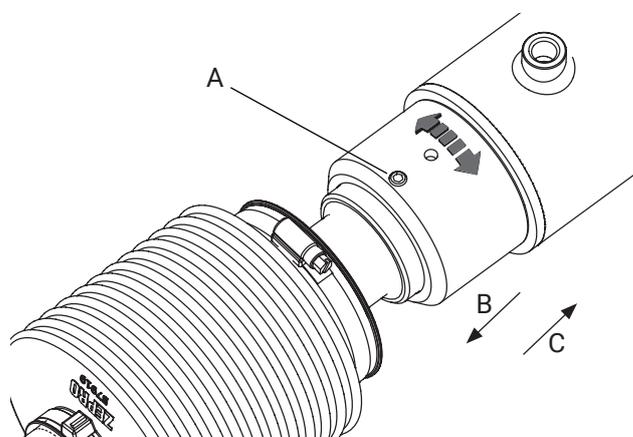

Abbildung 32. Anschlag und Verriegelungsschrauben
8. Die Verriegelungsschraube am Kippzylinder, der an der Plattform montiert ist, lösen (A). Den Anschlag komplett in Richtung Plattform zurück­schrauben (B). Siehe Abbildung 32.
10. Den Anschlag vollständig an der Oberseite des Zylinders ausrichten (C). Abbildung 32.
11. Die Einstellung mit der Verriegelungsschraube (A) sichern. Siehe Abbildung 32. **Anzugsdrehmoment: 3-5 Nm**
12. Die Verriegelungsschraube (A) am zweiten Kippzylinder lösen.
13. Das Einstellhülse so drehen, dass der Kippzylinder mit der Befestigung an der Plattform übereinstimmt. Danach die Einstellung mit der Verriegelungsschraube (A) sichern.